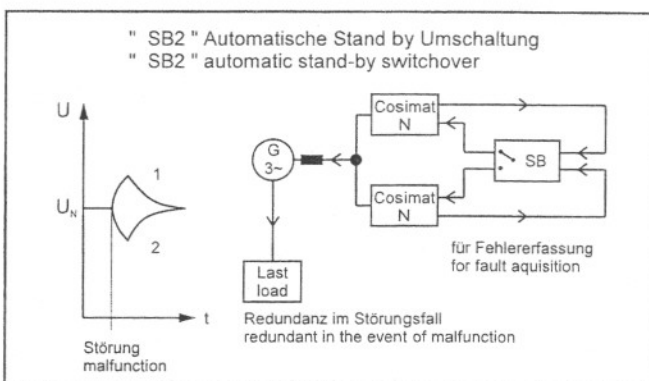

Рис.15 – Дополнительный блок SB2
**(Рис.15 Дополнительный блок SB 2)**